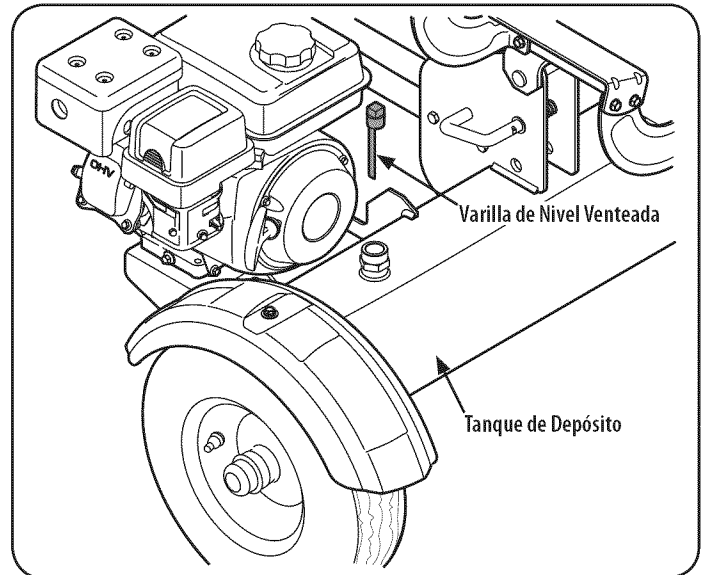

Figura 12
2. Retire la varilla de nivel venteadada que se encuentra delante del motor, sobre el tanque de depósito. Vea la Figura 12.
3. Controle el nivel de líquido con la varilla de nivel. Vea la Figura 12. No llene el depósito en exceso.